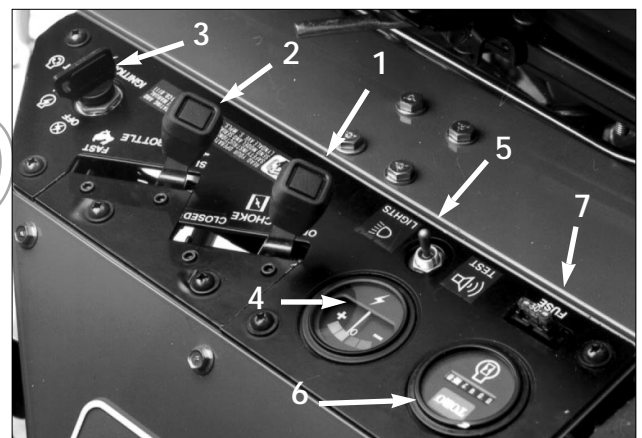

Fig. 6
GASREGULATOR (Fig. 6)—Gasregulatoren styrer motorens hastighed. Når gasregulatoren føres mod FAST (HURTIGT), øges motorens omdrejningstal; når gasregulatoren føres mod SLOW (LANGSOMT), mindskes motorens omdrejningstal.
CHOKER (Fig. 6)—Når man skal starte en kold motor, lukkes karburatorens gasspjæld ved at føre chokeren frem til CLOSED (LUKKET). Når motoren starter, skal chokeren reguleres, så motoren går jævnt. Så snart det er muligt skal chokeren åbnes ved at trække den bagud til OPEN (ÅBEN). En varm motor behøver ingen eller kun lidt choker.
TÆNDINGSKONTAKT (Fig. 6)—Sæt nøglen i kontakten,
AMPEREMETER (Fig. 6)—Amperemeteret viser, hvor hurtigt batteriet oplades og aflades.
SIKRING (Fig. 6)—20-amp sikringen er en del af det elektriske kredsløb.
LÆKAGE-DETEKTOR PRØVE/LYGTEKONTAKT (Fig. 6)—Fra midterste stilling føres kontakten bagud for at kontrollere funktionen af lækage-detektor alarmer og tidsforsinkelsen. Når kontakten føres fremad, tændes forlygterne (ekstraudstyr).
TIMETÆLLER (Fig. 6)—Registrerer det totale antal timer, maskinen arbejder. Timetælleren træder i funktion, hver gang tændingsnøglen tilsluttes (ON).
SÆDEREGULERINGSHÅNDTAG (Fig. 6)